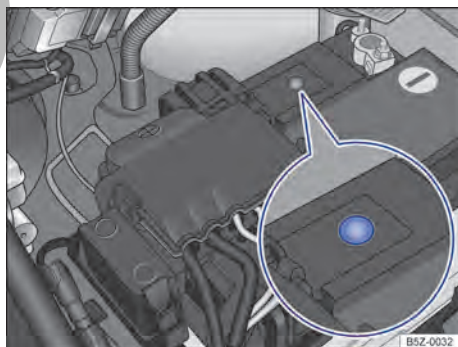

Fig. 211 En el compartimento del motor: ejemplo de posición del visor en el lado superior de la batería del vehículo.
- El visor redondo → fig. 211 en la parte superior de la batería del vehículo cambia de color dependiendo del nivel del electrolito.